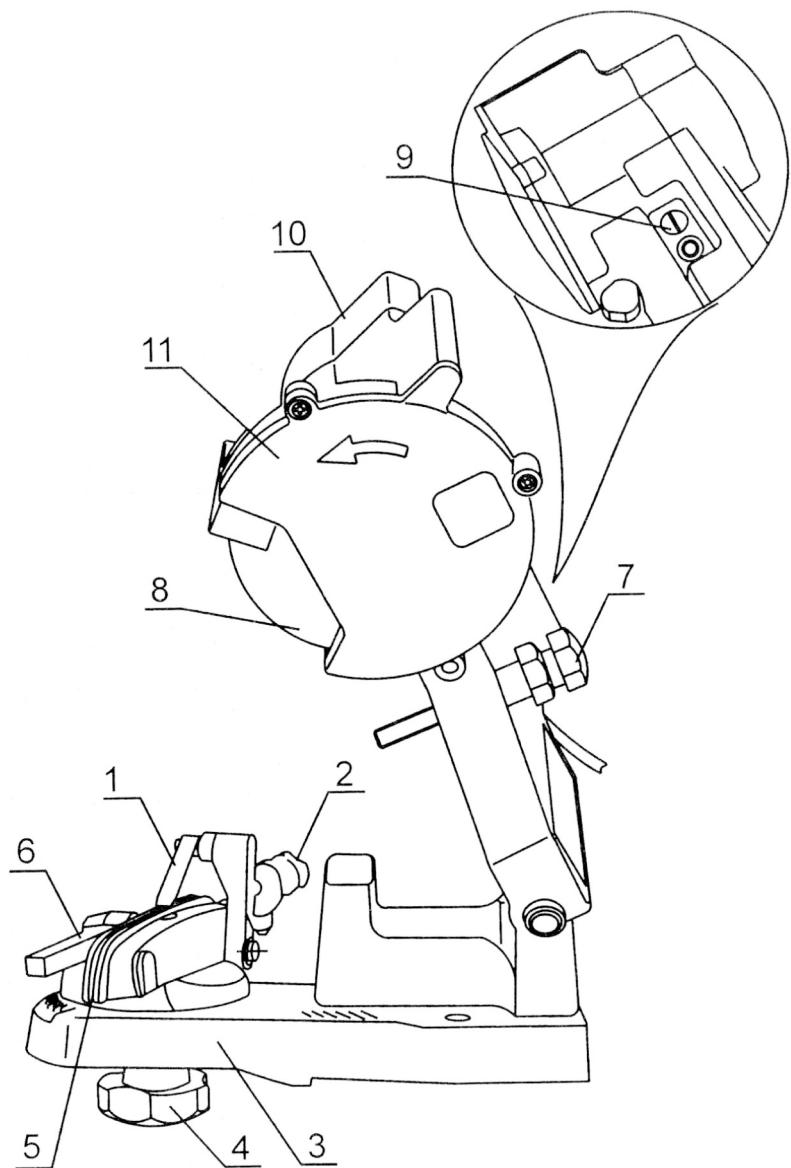

Рис. 1. Описание
2. ОПИСАНИЕ (рис. 1)
- Никогда не работайте со станком без кожуха 11 (рис.1), защищающего заточной диска.
- Всегда проверяйте заточный диск 8 (рис.1), включив станок на 30-60 сек без контакта его с цепью.